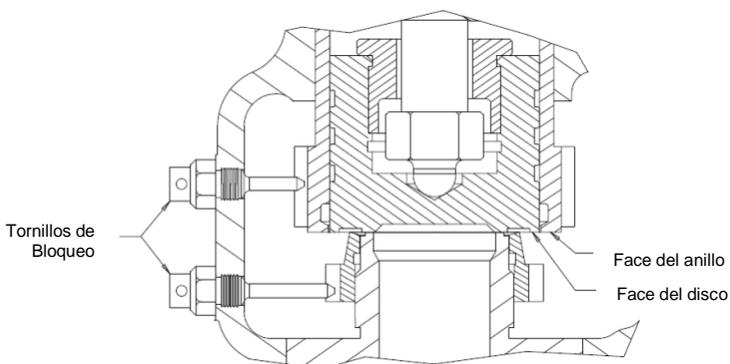

Figura 03
- Las posiciones de los anillos de ajuste superior (07) e inferior (03) están bloqueadas por los respectivos tornillos de bloqueo (05) (04). Estos tornillos están roscados en el cuerpo de la válvula y se ajustan a las muescas respectivas en los anillos. Para ajustar los anillos, se debe quitar el tornillo correspondiente. Para girar el anillo, use un destornillador insertado en el orificio del tornillo de bloqueo.
2. Retire los tornillos de bloqueo de los anillos superior e inferior (05) (04).
3. Mueva el anillo superior (10), de modo que la cara inferior esté al mismo nivel que la cara del disco (09) (Figura 03).